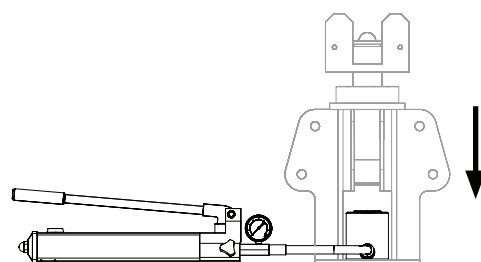

Fig. C2.01d
4. Abbassare la pressione dal cilindro idraulico (50.1). (Fig. C2.01d)
6. Regolare l'altezza per tutti i 4 alberi di testa (2)